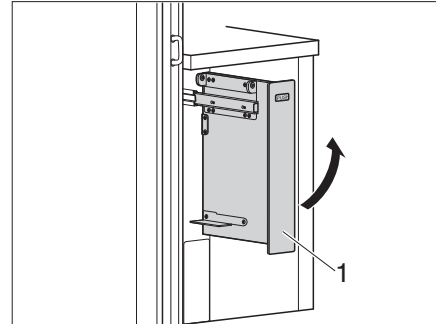

Fig. 120 Girar el ensanchamiento hacia arriba
- Girar el ensanchamiento (Fig. 120,1) hacia arriba.
- Girar el ensanchamiento (Fig. 120,1) hacia abajo.